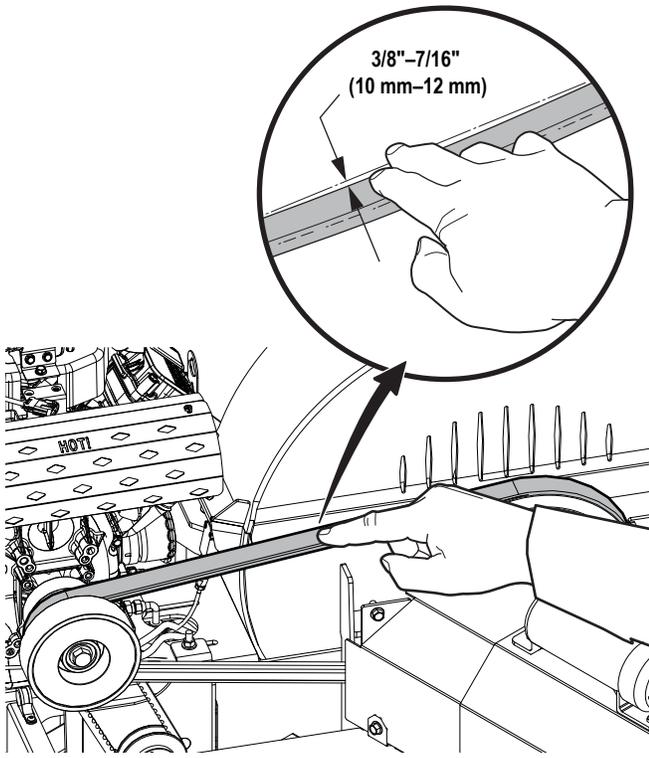

Figure 50 – Vérifiez la tension de la courroie d'entraînement du rotor
1. Appuyez sur le centre supérieur de la courroie d'entraînement du rotor et mesurez la distance parcourue. Voir la Figure 50 à la page 71.